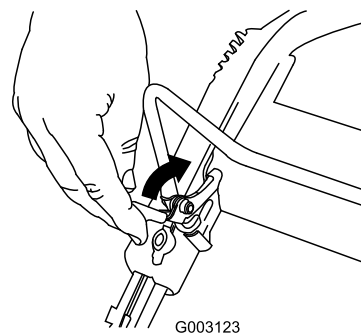

Figura 25
1. Tire hacia atrás del mecanismo de bloqueo de la barra de control (Figura 25).